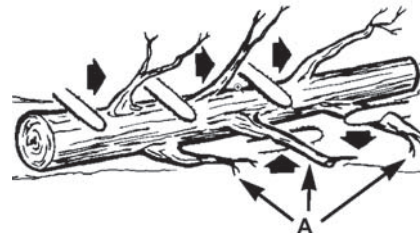

Figura 6-2A
El desramado es el proceso por el cual se remueven las ramas de un árbol caído. No remueva las ramas de soporte (A) hasta que que el tronco es aserrado (cortado) en piezas (Figura 6-2A).